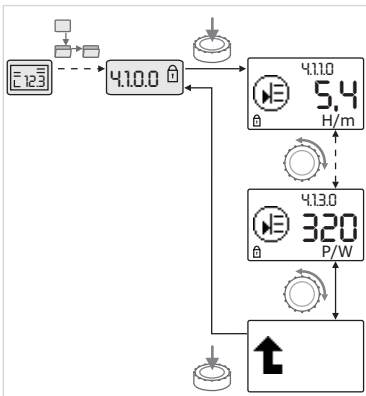

Fig. 40: Solicitar informaciones
- Girando el botón rojo, diríjase a los elementos de menú del tipo "Información" del submenú actual (ver Fig. 40). Para una explicación de las configuraciones representadas por símbolos, ver la tabla en el capítulo 8.7 "Referencia elementos de menú" en la página 173.